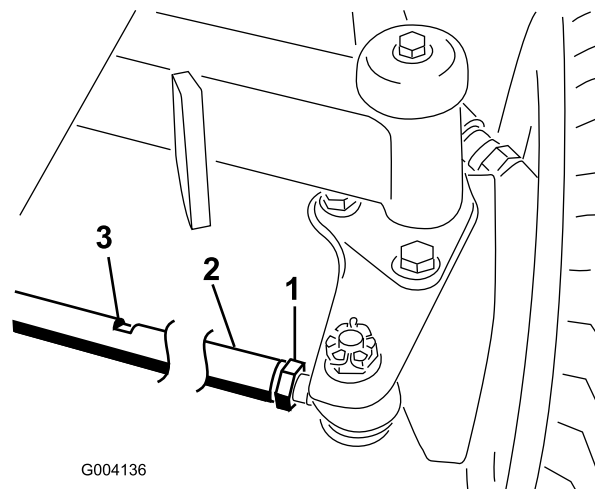

図 67
2. 各タイロッド 図 67の端についているジャムナットをゆるめる。